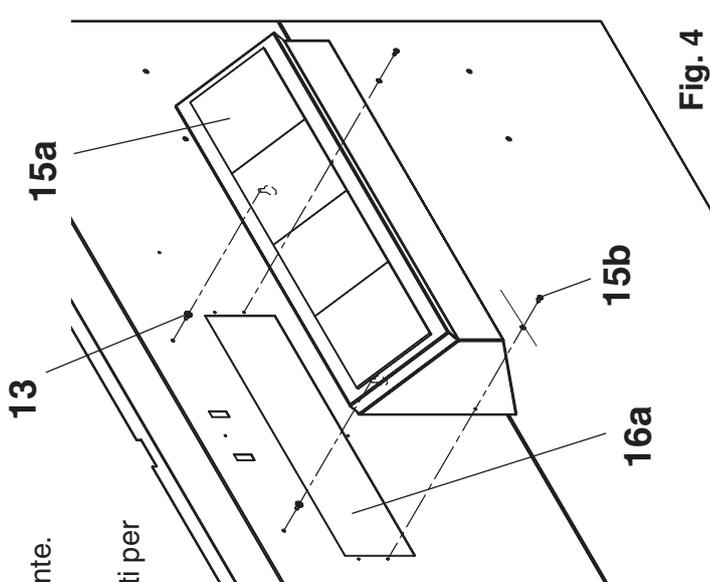

Fig. 4
12. Inserire 2 materassi termoisolanti (12) in direzione longitudinale a sinistra e a destra (per evitare la circolazione verticale dell'aria).
13. Vale soltanto in caso di montaggio laterale del comando (vedi punto 2.5) Montare nella parete laterale 2 viti speciali (13, fig. 4) con controdamo che vengono usate per alloggiare il comando.
15. Smontare la lamiera di protezione della cassetta di comando (15, fig.6). Applicare alla parete laterale (11a, fig.6) la cassetta elettrica (15a, fig.4) con le aperture per le viti speciali e assicurarla con due viti per lamiera $\varnothing 3,5 \times 6,5$ e rosette dentate a ventaglio (15b).
16. Tirare i capillari con i sensori da immersione (16, fig.5) attraverso l'apertura (16a, fig.4) nella parete laterale. Infilarli nel manico da immersione (16b, fig.6) fino all'arresto e fissarli con la molla di sostegno (16c, fig.5). Inserire la spina del bruciatore (16d).